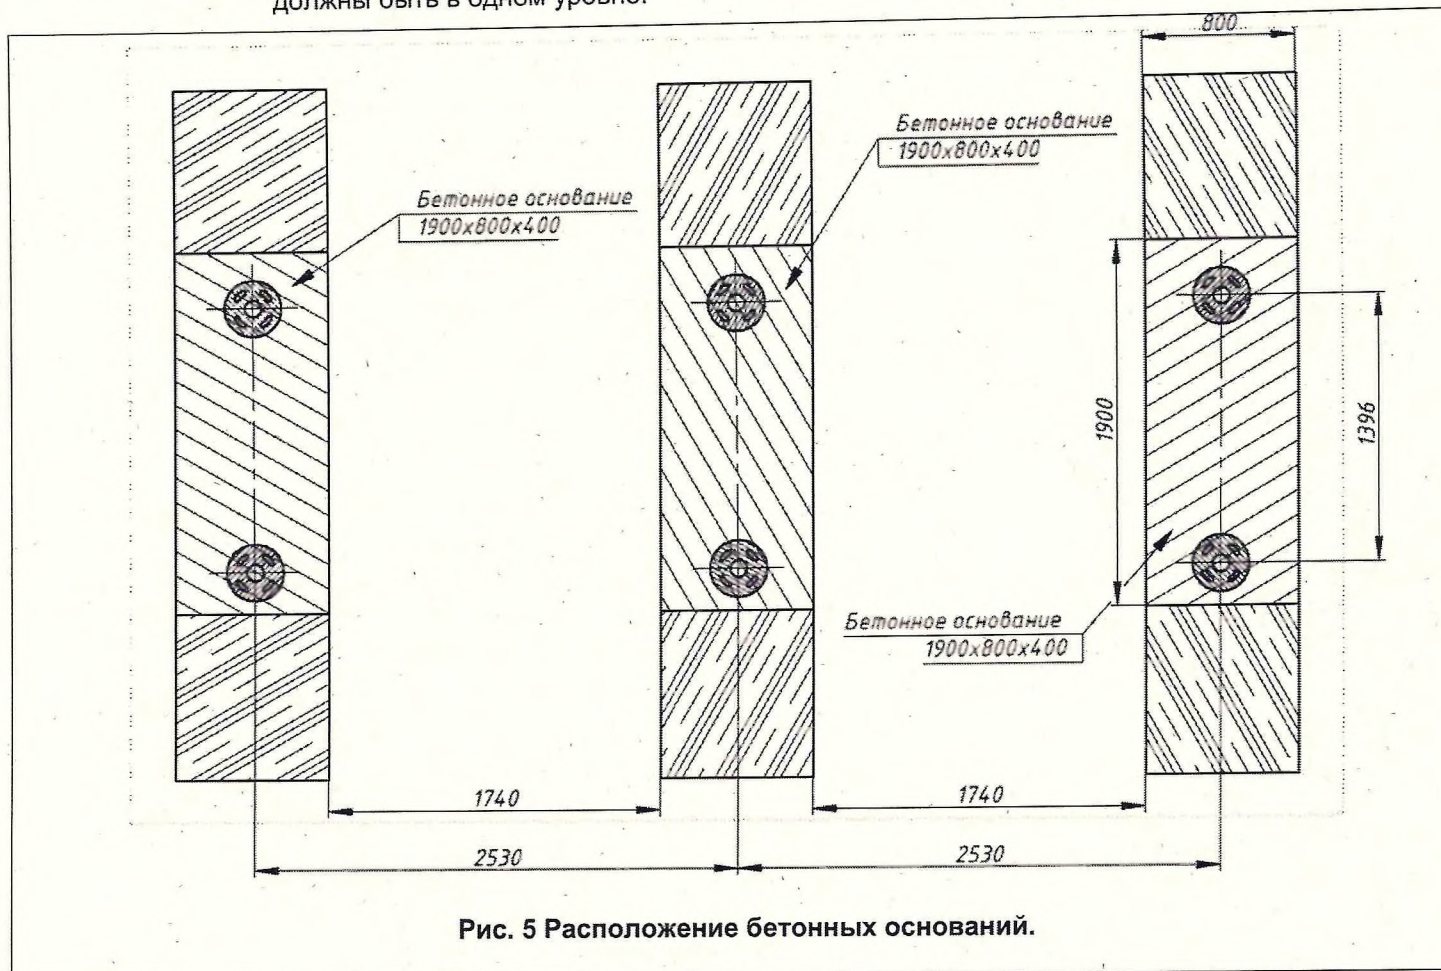

Рис. 5 Расположение бетонных оснований.
23.4. Расположение бетонных опор (Рис. 5). Бетонные основания должны армироваться арматурой а6 с минимальным шагом 150 мм. Поверхности всех бетонных оснований должны быть в одном уровне.